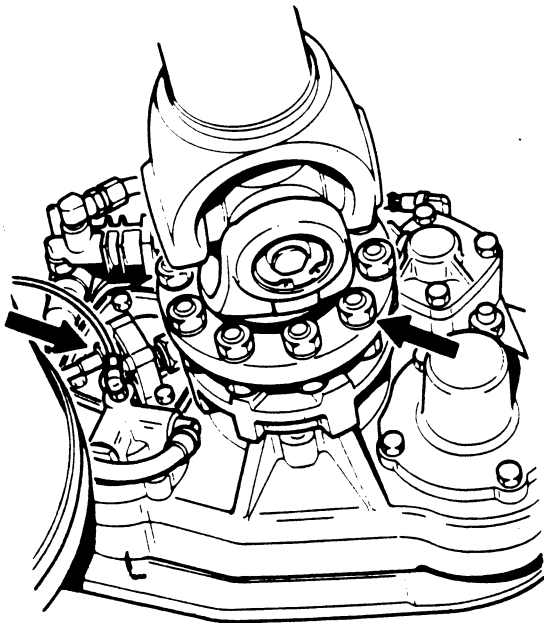

Fig. 1
- Neem de aandrijfvas los. (Fig. 1).
- Neem de aandrijfas los (Fig. 1).